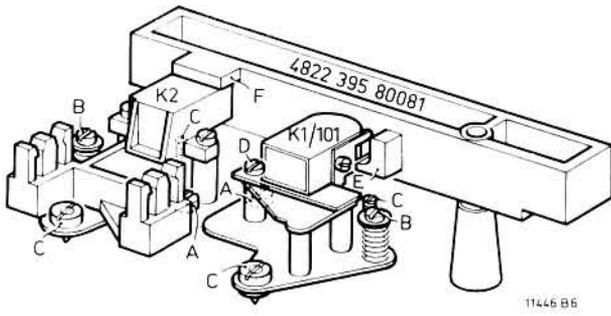

Fig. 9
I. Remplacement du bloc de la tête enregist./reprod. ou de la tête effacement (fig. 9)
a. Hauteur de la tête enregistr./repro. (fig. 9)